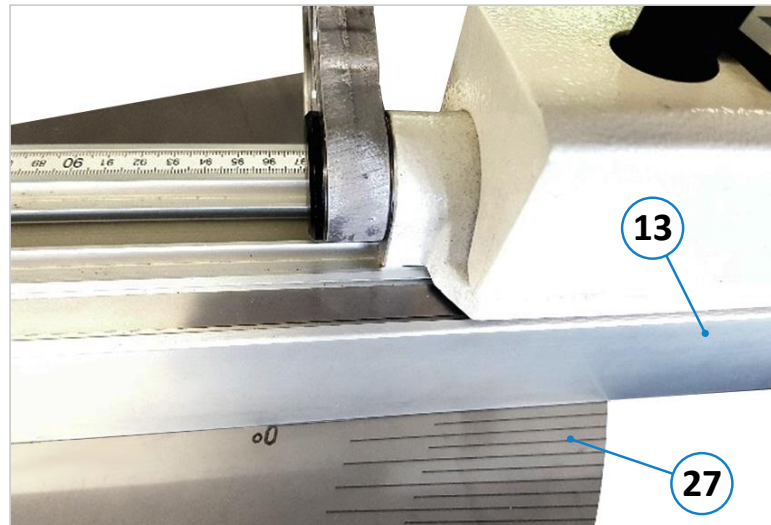

Abbildung 26: Längenanschlag auf Nullposition
- Längenanschlag (13) ist so automatisch auf die Position 0° eingerichtet (siehe ⇒ Abbildung 26).